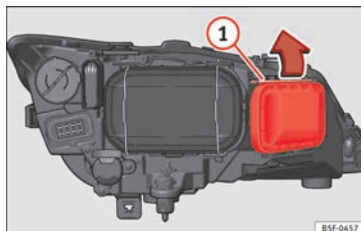

Fig. 105 Ampoule du clignotant.
- Déplacez le tirant » fig. 105 ① dans le sens de la flèche puis retirez le cache.